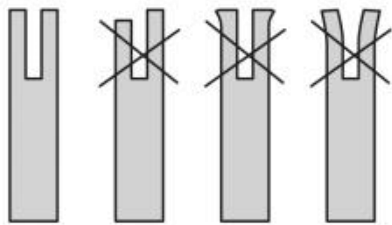

Fig. 72
- Als er geen opening is (de liniaal ligt vlak tegen de zijkant van het zaagblad), is de 'rail' van het zaagblad versleten en moet deze worden vervangen door een nieuw exemplaar van hetzelfde type (Fig. 72).